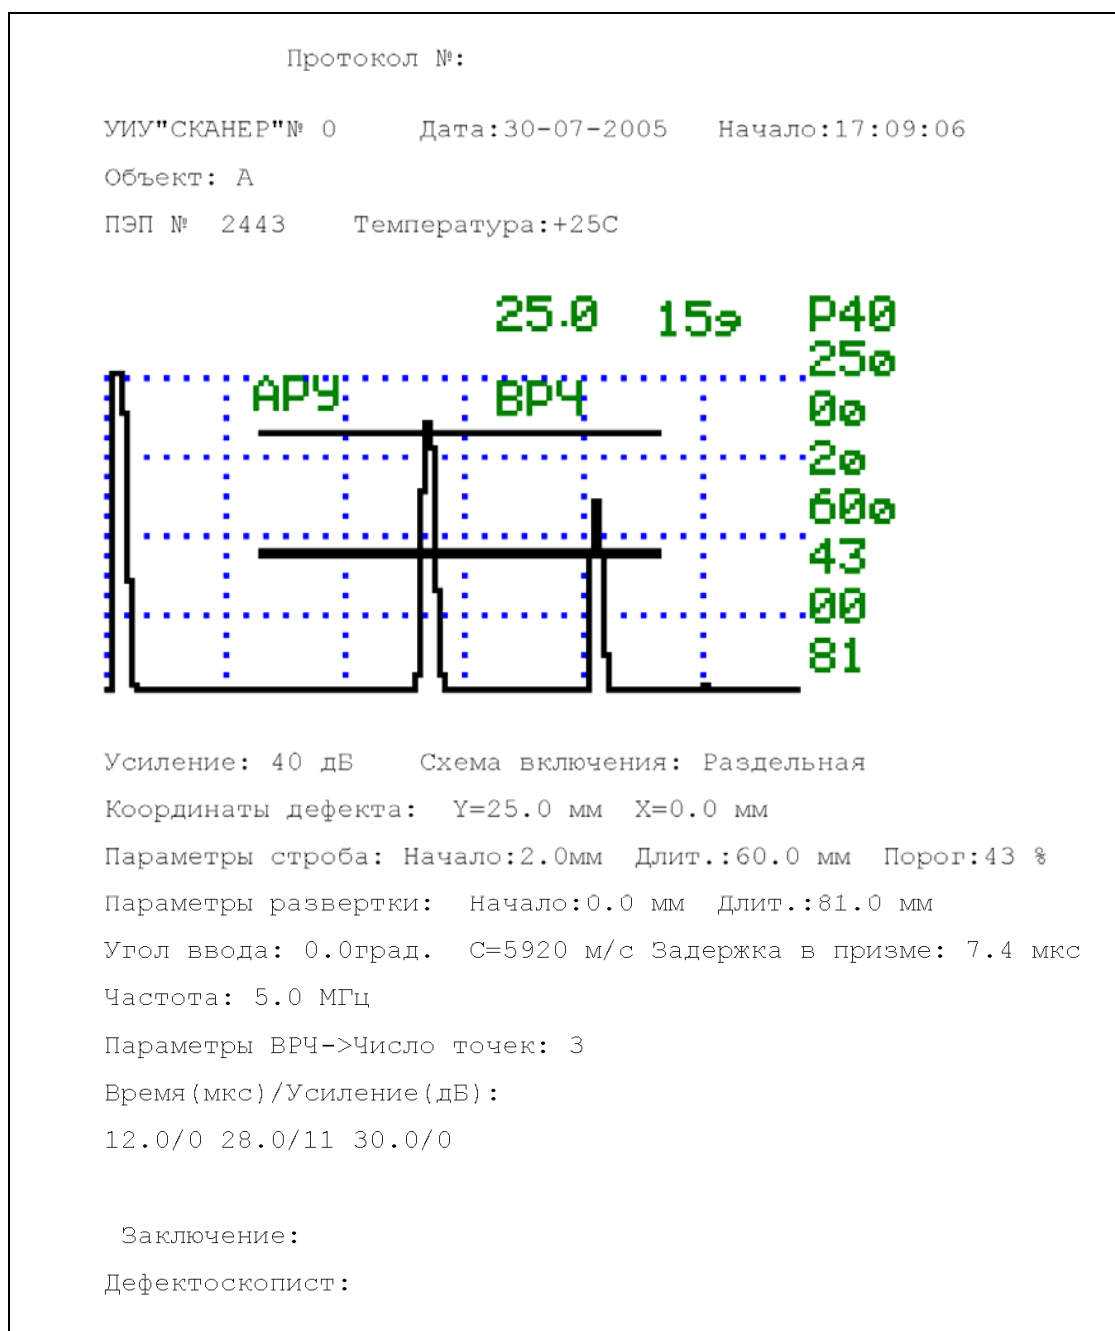

Рисунок 109 – Пример протокола ручного контроля.
7.5.5 Печать протокола (см. рисунок 109) на подключённом к компьютеру принтере происходит при нажатии в верхнем ряду окна программы пиктограммы с принтером.